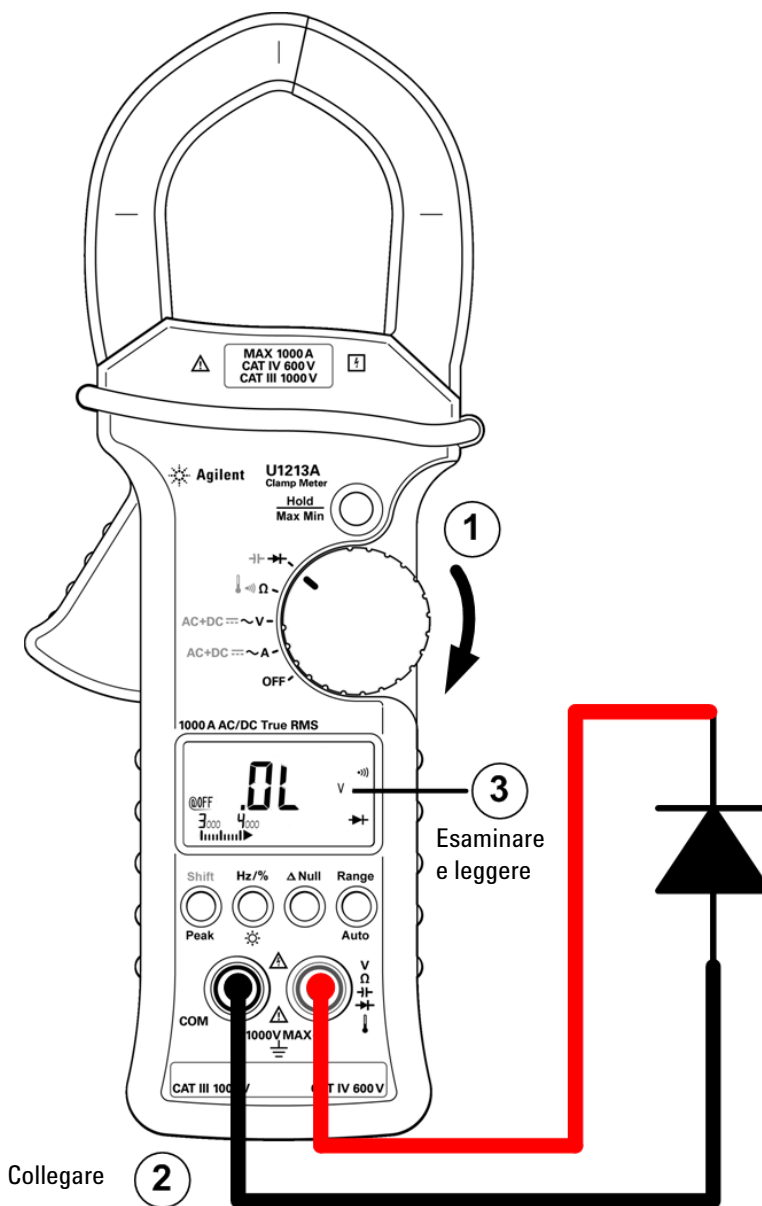

Figura 2-6 Misurazione del diodo (polarizzazione inversa)
- 4 Invertire le sonde e misurare nuovamente la tensione nel diodo. (Vedere Figura 2-6 a pagina 27). Valutare il diodo in base alle seguenti istruzioni: